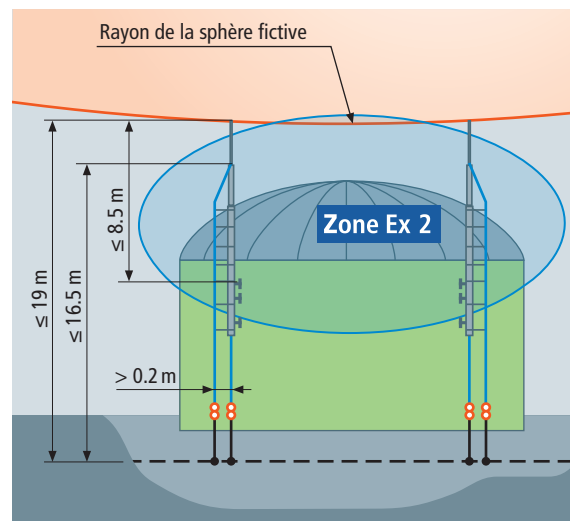

Figure 9.3.5 Protection du digesteur à l'aide de mâts de capture, isolés avec deux conducteurs HVI (réf. 819 750)
**2. Deuxième variante:** Mâts de capture avec deux conducteurs HVI (**figure 9.3.5**). La longueur maximale du dispositif de capture allant de l'installation de mise à la terre jusqu'à la pointe caprice s'élève à 19 m (niveau de protection II). La longueur libre maximale au-dessus du bord supérieur du digesteur est également de 8,5 m.